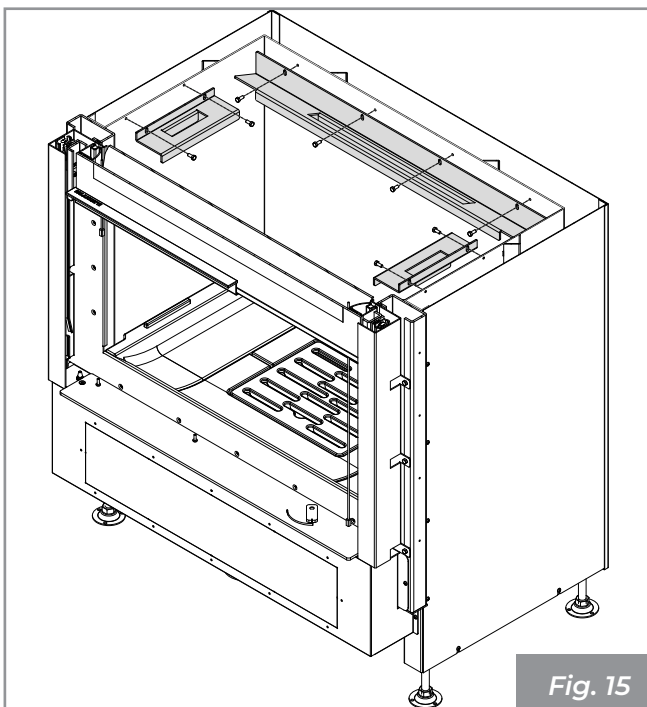

Fig. 15
1) Retire los soportes y sus tornillos. (Fig. 15).